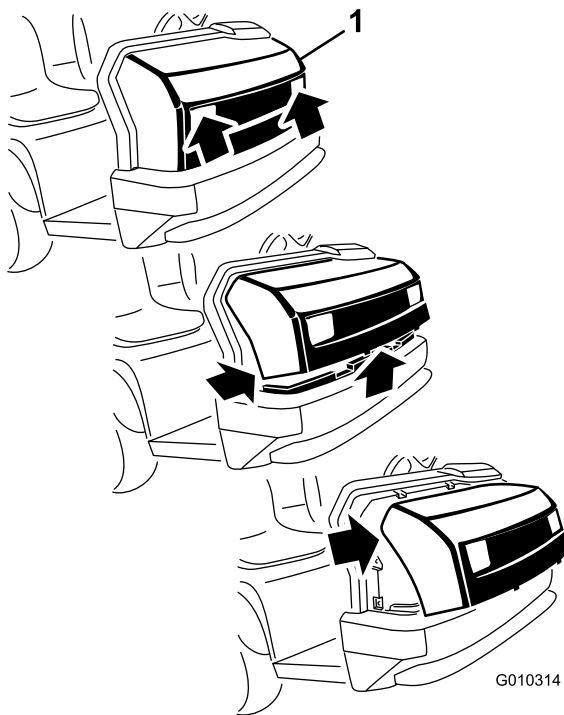

Figura 28
1. Sujete el capó por los orificios de los faros y levántelo para poder liberar las pestañas de montaje inferiores de las ranuras del bastidor (Figura 28).
2. Gire hacia arriba la parte inferior del capó hasta que pueda retirar las pestañas de montaje superiores de las ranuras del chasis(Figura 28).
3. Gire hacia adelante la parte superior del capó y desenchufe los conectores de cables de los faros (Figura 28).
2. Introduzca las pestañas de montaje superiores en las ranuras del bastidor (Figura 28).
3. Introduzca las pestañas de montaje inferiores en las ranuras del bastidor (Figura 28).